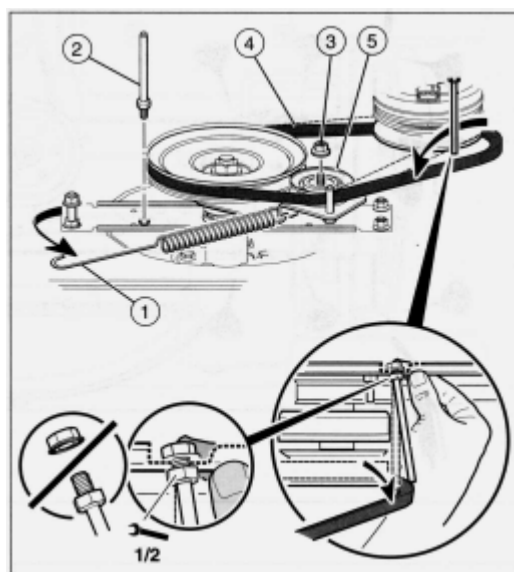

Рис. 33
2. Отсоедините пружину растяжения (1) от деки.
3. Отверните направляющую ремня (2) (см. рис. 33).
4. Отверните гайку (3) натяжного шкива и снимите шкив (4).
5. Снимите ремень (5).